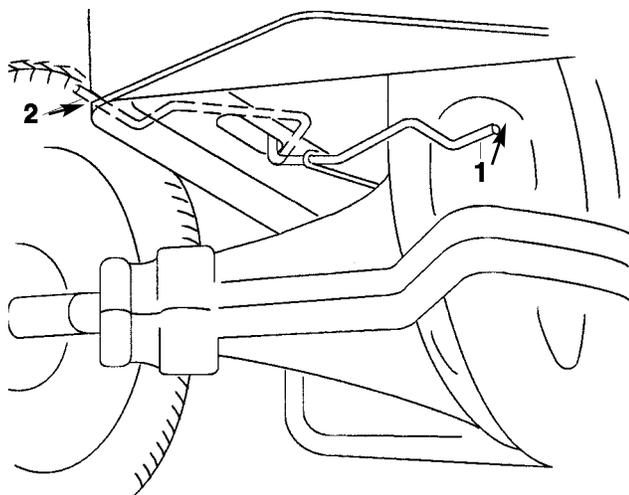

Bild 12
2. Den Antriebszug in die "PUSH"-Stellung bringen. So wird der Antrieb ausgeschaltet, was ein freies Drehen der Räder zuläßt (Bild 12).
1. Den Antriebszug in die "Operate"-Stellung bringen. So wird der Antrieb zugeschaltet (Bild 12).